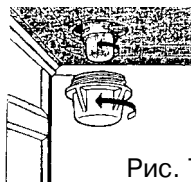

Рис. 7
7.2.5 Для замены лампы устройства освещения, отключить плиту от сети и снять стеклянный плафон, повернув его против хода часовой стрелки (рис. 7). После замены лампы установить стеклянный плафон.